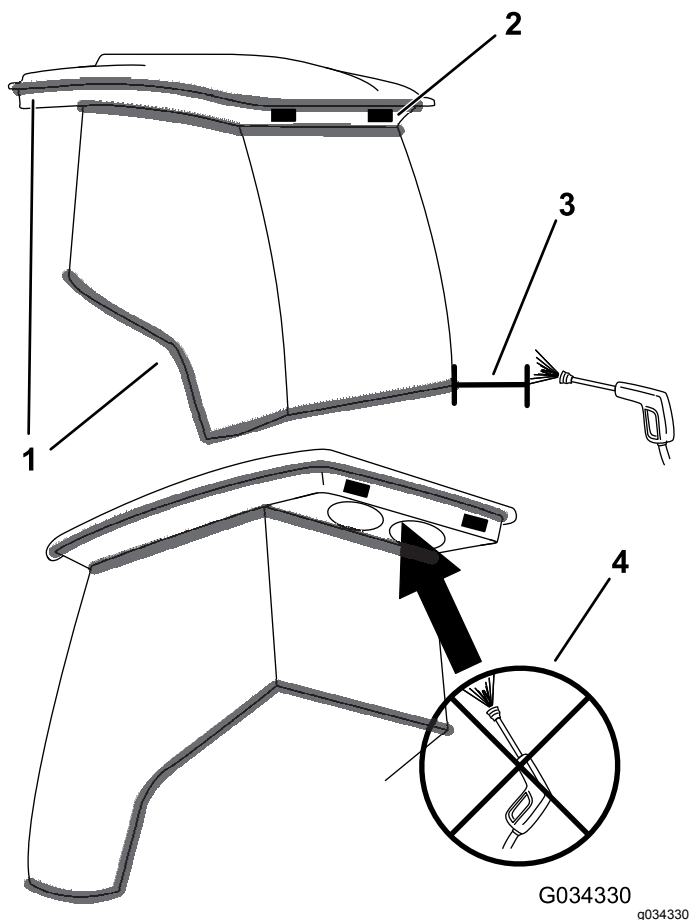

图55
**重要事项** 小心驾驶室的密封件和灯具图55。如果您正在使用高压清洗机保持清洗杆至少距离机器 0.6m。不要将高压清洗机直接冲洗驾驶室的密封件和灯具或后悬下方。